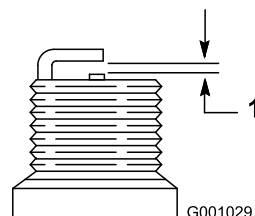

Figura 21
3. Ajuste el espacio entre electrodos a 0.70 mm – 0.80 mm (0.028" – 0.031") (Figura 21). Instale la bujía a mano con cuidado para evitar dañar la rosca.